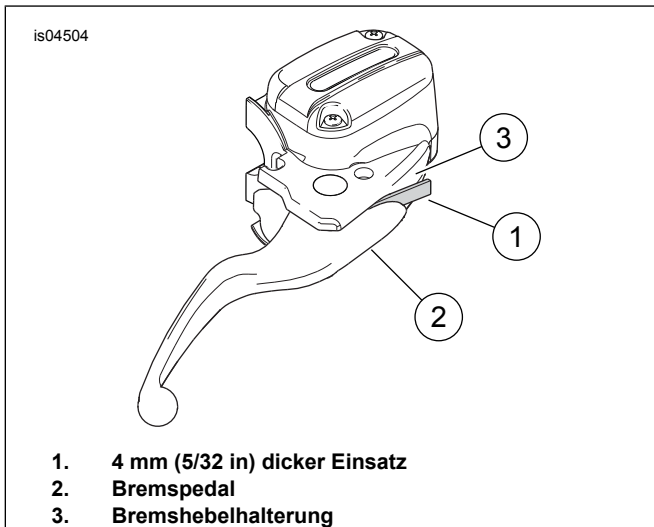

Abbildung 1. Bremsleuchtenschalter schützen
Wenn kein Kartoneinsatz verfügbar ist, die Öse eines Kabelbinders verwenden. Siehe Abbildung 1.
Wenn kein Kartoneinsatz verfügbar ist, die Öse eines Kabelbinders verwenden. Siehe Abbildung 1
7. Die **neuen** Kupferdichtungen (6, im Satz enthalten) auf beiden Seiten des Bremsleitungsanschlusses positionieren. Die **neue** Hohlschraube (5) durch die Dichtungen und den Anschluss einführen. Die Schraube in das Hauptbremszylindergehäuse einschrauben und auf ein Drehmoment von 17–20 N·m (13–15 ft-lbs) anziehen.
8. Den Einsatz vom Bremshebel entfernen. Siehe Abbildung 1